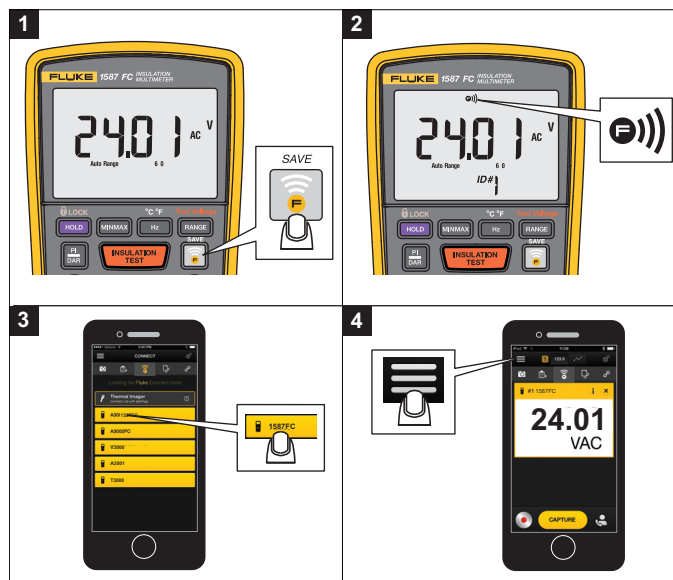

Figure 11. Fluke Connect™
2. Appuyez sur  pour activer la radio de l'appareil. Voir la figure 11.